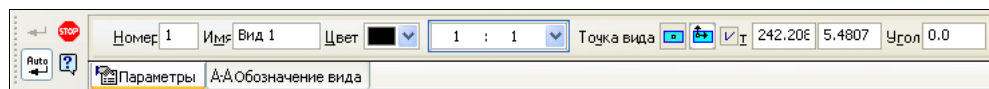

Рис. 13.3. Панель свойств в режиме создания нового вида
- ◆ из Строки меню вызовите команду **Вставка ► Вид**. Форма курсора изменится на изображение координатных осей. На Панели свойств две вкладки: **Параметры** и **Обозначение вида** (рис. 13.3);